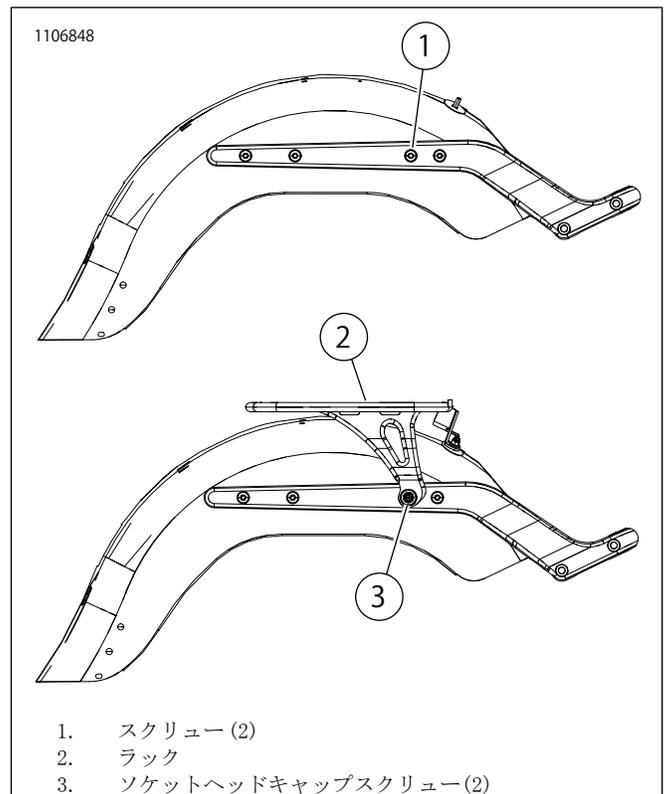

図6。キット50300154および50300156
2. 「図6」を参照してください。スクリュー(1)をフェンダーから取り外します。
- d. 「図6」を参照してください。フェンダーとラック